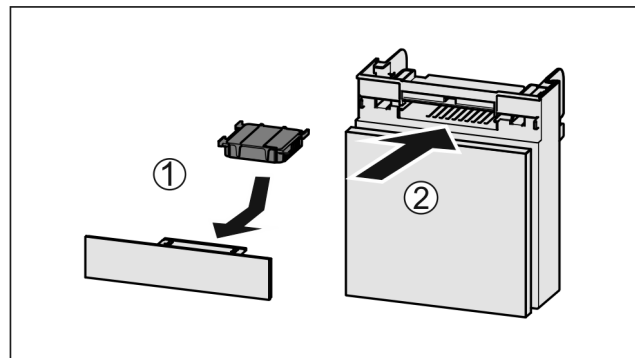

Fig. 73
- ▶ Vložte aktívny uhlíkový filter podľa obrázka Fig. 73 (1).
- ▶ Zasuňte zásuvku Fig. 73 (2).